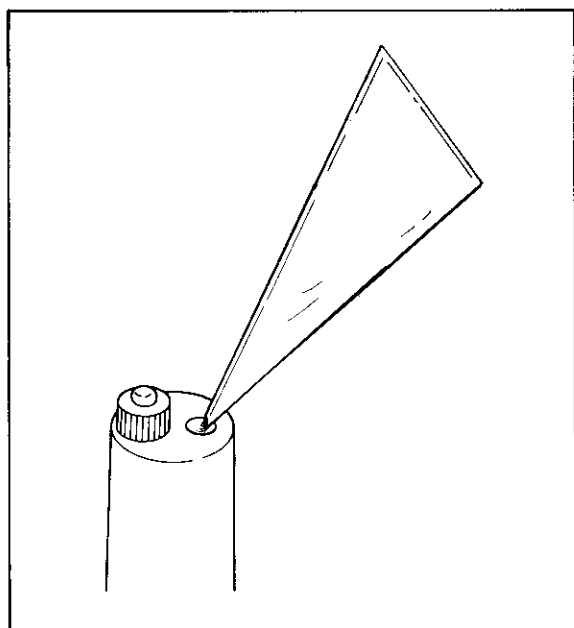

図 3.2 KCl 粉末の入れ方
- (6) “内部液室” に、KCl 粉末を 10～12 g 程度入れてください。内部液セットの KCl 粉末の場合は、1 袋分使用します。袋の先端部を鋏で切り取り、図 3.2 の要領で入れてください。なお、袋内の KCl 粉末が固まっている場合は、よく揉みほぐしてから入れてください。